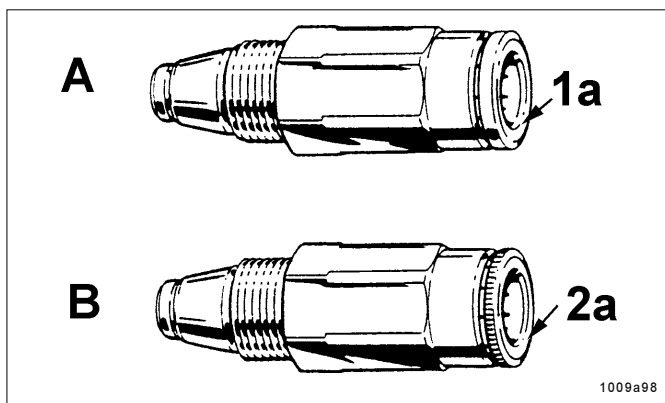

Abb. 29 - Unterschiede der Rückschlagventile
- Für Hochdruckkunststoffschlauch (ø 8,6x2,3 mm) Rückschlagventil A, Abb. 29 mit verstärkter Zange 1a und glattem Bund verwenden (Sach - Nr. 226-14091-4)
- Für Druckkunststoffrohr (ø 6x1,5 mm) Rückschlagventil B, Abb. 29 mit Standard - Zange 2a und gerändeltem Bund verwenden (Sach - Nr. 226-14091-2)